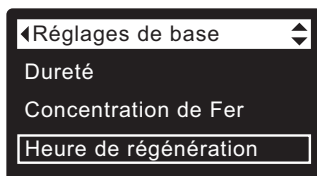

FIG. 50
3. Appuyez sur le sélecteur (O) pour afficher le menu des réglages de base (cf. Figure 50).
7. Appuyez sur le sélecteur (O) : l'afficheur revient au menu des réglages de base (cf. Figure 50).